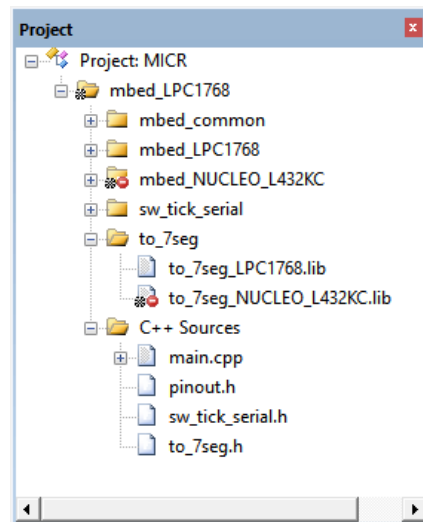

FIGURA 18: adición de la librería to_7seg al proyecto.
3. Incluya la librería en un proyecto y use su función. Para realizar esta parte del proceso copie el proyecto desarrollado en el apartado 4.2.1 en la carpeta `MICR\P2\S3\9_MuxLib` y trabaje sobre esta copia. Incorpore su librería al proyecto tal como se hizo en el apartado 2.2.3.1 con la librería *sw_tick_serial*. El nuevo *group* para la librería se llamará `to_7seg`, como se ve en la figura 18.